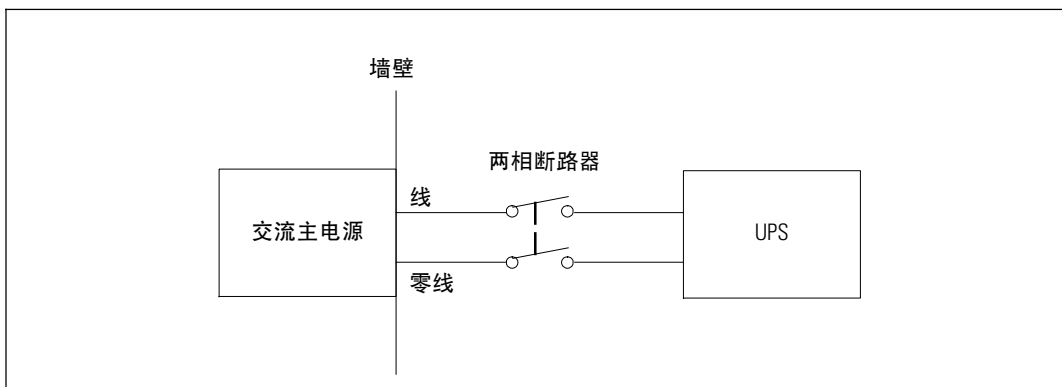

图 20. 电路断路器图
- 保护设备需要在 UPS 输出和载荷之间具有两相断开设备（参见图 20）